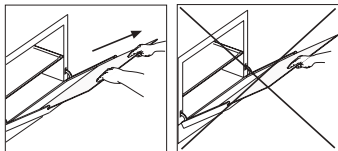
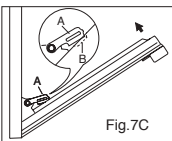

Fig. 7A
Fig. 7C
4) chiudere lentamente lo sportello del forno fino a raggiungere i ganci "A", accertandosi che questi siano bloccati nelle fessure "B" dello sportello del forno, come mostrato in fig. 7C. (Solo dove presente, rimuovere il vetro interno dello sportello del forno, vedere fig. 7A).